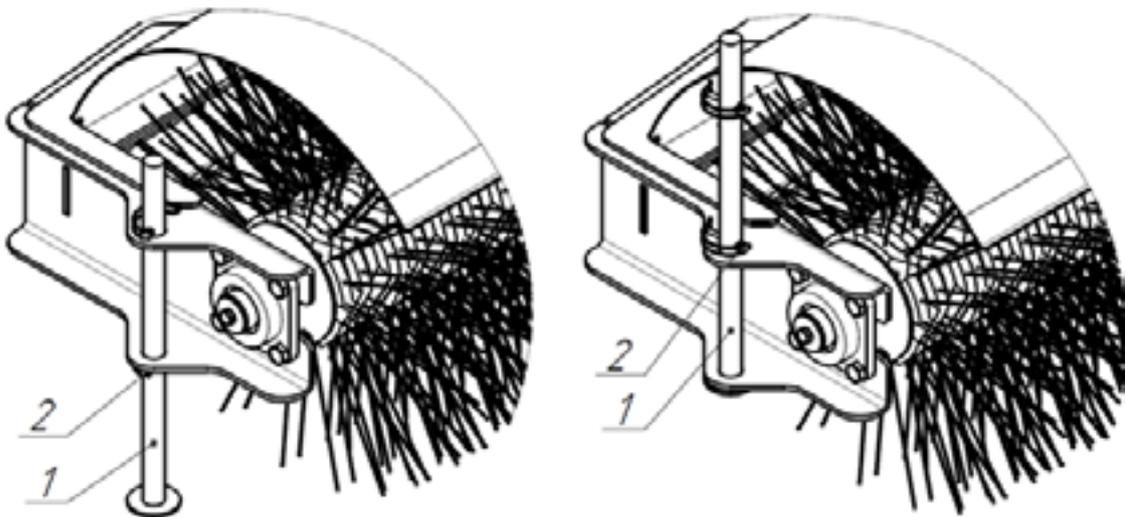

Рис. 9 – Перемещение опорных стоек.
- Извлеките фиксаторы в опорных стойках (Рис.9). Переместите опорные стойки вдоль направляющих в крайнее верхнее положение. Зафиксируйте опорные стойки фиксаторами в крайнем верхнем положении.